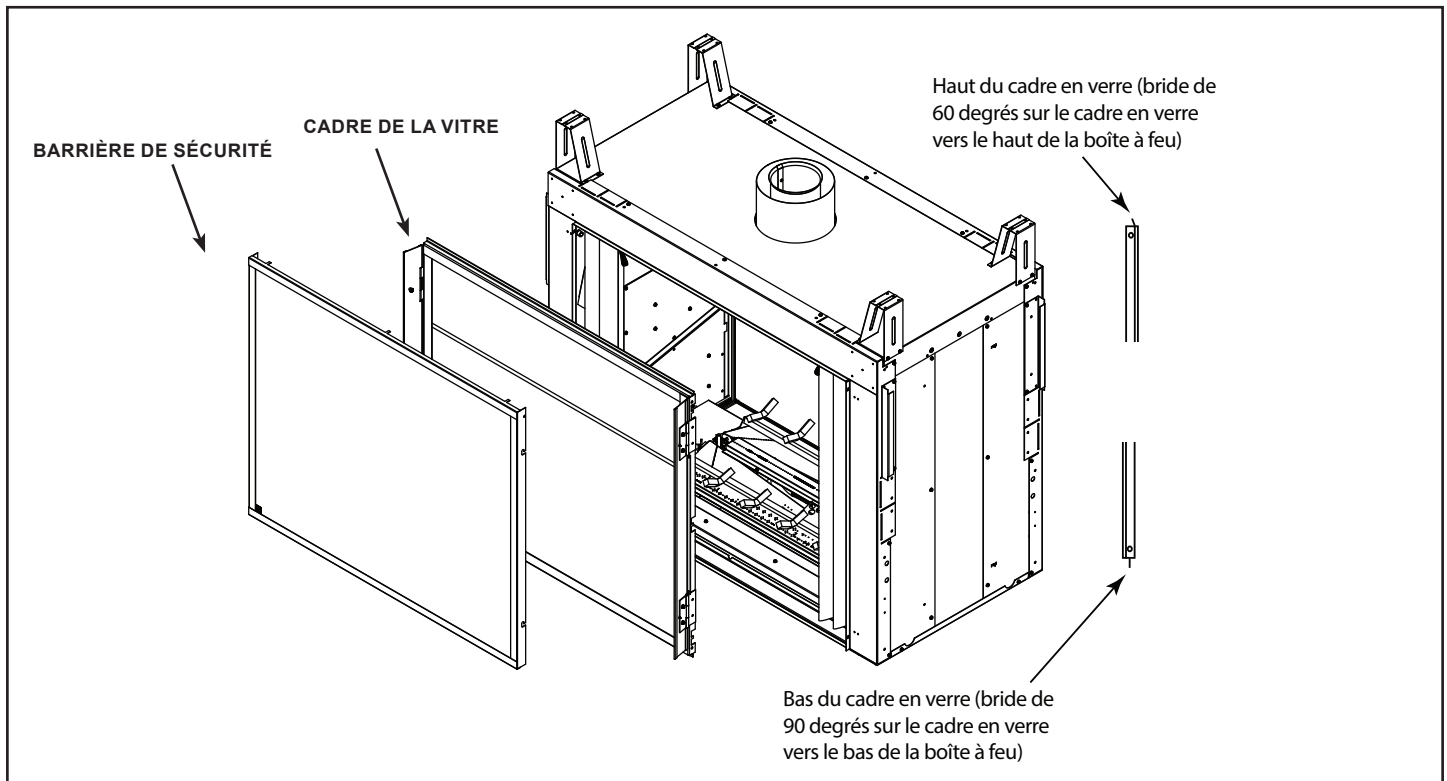

Figure 10.5 Retrait de la barrière de sécurité et du cadre en verre
3. Retirez le cadre en verre en déverrouillant les trois loquets situés en haut de la boîte à feu. Faites basculer la vitre vers l'extérieur de l'appareil, puis soulevez le cadre de la vitre pour l'éloigner de l'appareil. Voir la figure 10.5.